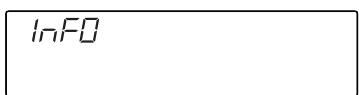

Fig. 29
Si vous appuyez sur la touche , l'afficheur s'éteint et seule l'inscription InFO reste (fig. 29). En appuyant sur la touche vous pouvez afficher certaines informations utiles au fonctionnement de la chaudière. Chaque fois que vous appuyez sur la touche vous passez à l'information suivante. Si vous n'appuyez plus sur la touche le système sort automatiquement de la fonction.
**Info 0** affiche l'inscription InFO (fig. 29)